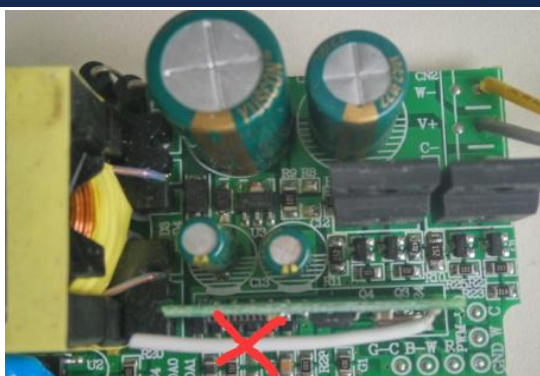

图1 天线与模块距离过小
- 6、天线摆放指导示例：如下图 1、图 2、图 3、图 4